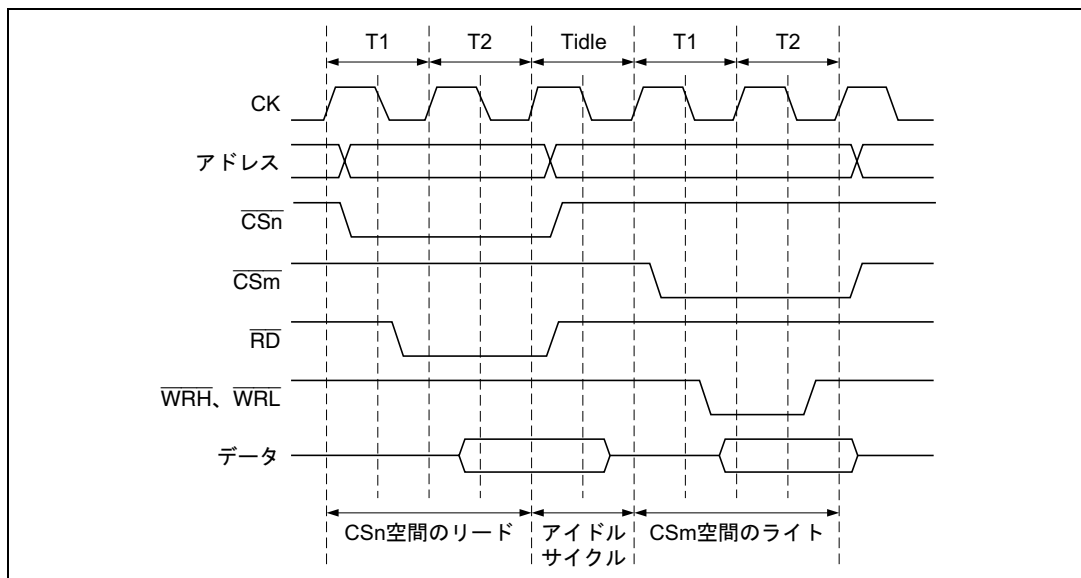

図 9.7 アイドルサイクル挿入例
(1) リードサイクル後のライトサイクル、(2) リードサイクル後の異なる CS 空間に対するリードサイクル、の 2 つの場合、BCR2 の IW31 ~ IW00 ビットによって指定されたサイクル数だけアイドルサイクルが入るようウェイトを挿入します。アクセスサイクル間にもともとアイドルサイクルが存在する場合は、指定されたアイドルサイクル数からその空きサイクル数を除いたサイクルだけウェイトを挿入します。図 9.7 にサイクル間アイドルの例を示します。この例では、 \overline{CSn} 空間のサイクル間アイドルに 1 を指定した場合に、 \overline{CSn} 空間のリードサイクルの直後に \overline{CSm} 空間のライトを行うとき、1 アイドルサイクルが挿入されることを示しています。